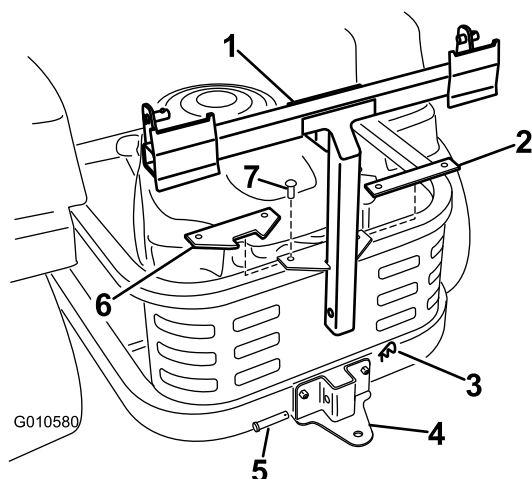

Figura 5
4. Instale la nueva placa espaciadora achaflanada según se muestra en Figura 5 usando los herrajes retirados anteriormente.
5. Instale el bastidor del ensacador en el soporte. Sujete el bastidor del ensacador con un pasador (1/2 x 2-1/4 pulgadas) y una chaveta (Figura 5).